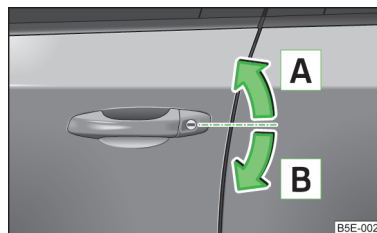

Fig. 12 Rotations de la clé pour déverrouiller et verrouiller
» Faites tourner la clé dans le barillet de la serrure de la portière du conducteur dans le sens de la flèche **A** » fig. 12.
► Faites tourner la clé dans le barillet de la serrure de la portière du conducteur dans le sens de la flèche **B** » fig. 12.